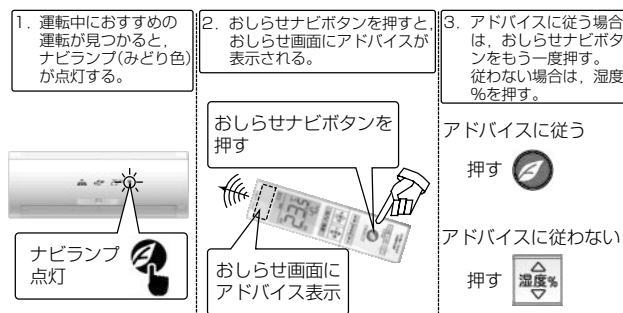

図2. “おしらせナビ”機能
2.1節で述べたセンシング情報をユーザーに伝える手段が必要となる。そこで“おしらせナビ”という独自のシステムを開発した。例えば、“窓のカーテンが開いている”“ドアが開けっ放しになっている”“しばらくエアコンを使っていない”などを検出した場合、エアコン側は本体にある“ナビランプ”を点灯させる。ランプを確認したユーザーはリモコン側にある“ナビボタン”を押すと、リモコンの液晶表示部の“おしらせ画面”にメッセージが現れる仕組みとなっている(図2)。